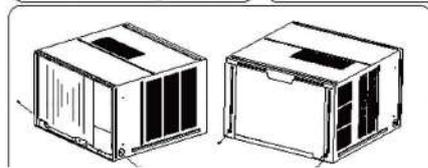

Fig.5C-ModelC
1. Retire los cuatro tornillos ubicados en ambos lados y en la parte posterior del gabinete como se muestra en Fig.5C.